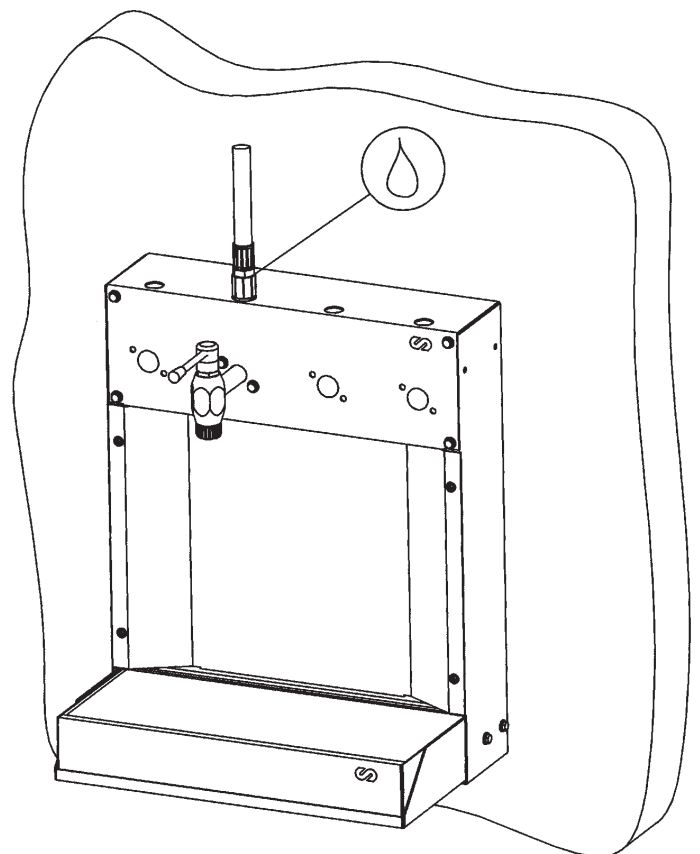

Fig. 4
3. Once assembled, connect the corresponding hoses. (See figure 4).
3. Una vez montado el equipo, instale la manguera o mangueras de suministro (Fig. 4).
- 3 Dès que le poste de distribution est monté, installer le ou les flexibles de distribution (voir figure 4).
3. Sobald alles montiert ist, die entsprechenden Schläuche anschließen (Bild 4).